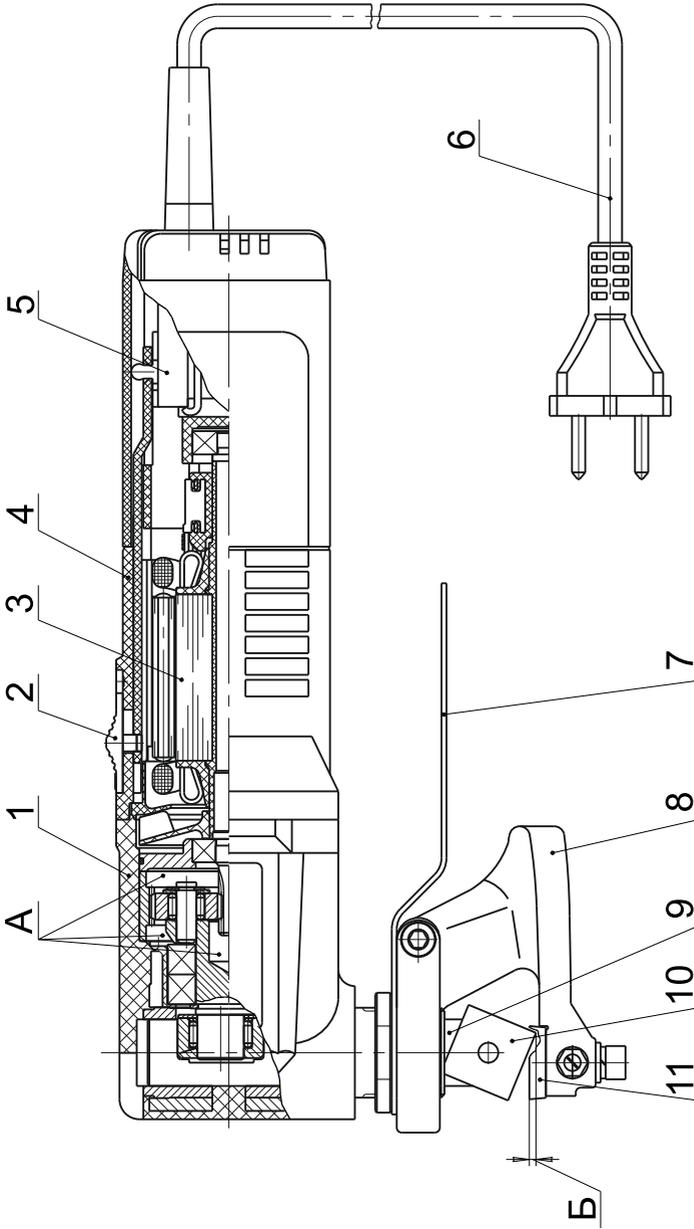

Рис. 1.
Ножницы (рис.1) состоят из следующих основных частей: электродвигателя (3), редуктора (1), подвижного (10) и неподвижного (11) ножей, корпуса (4) со встроенным выключателем (5) и фильтром для подавления помех радиоприему, токоподводящего шнура (6).
- эксплуатировать ножницы без защитной пластины (7 рис.1);